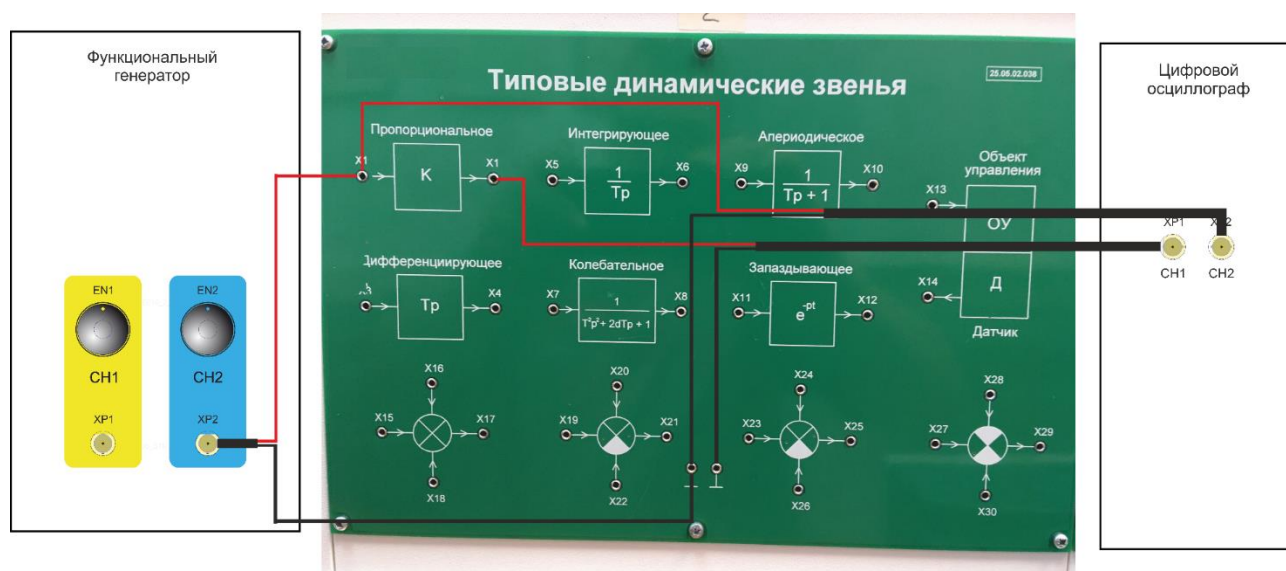

Рисунок 5. Схема проверки параметров пропорционального звена
4. Схема работы представлена на рис. 5.